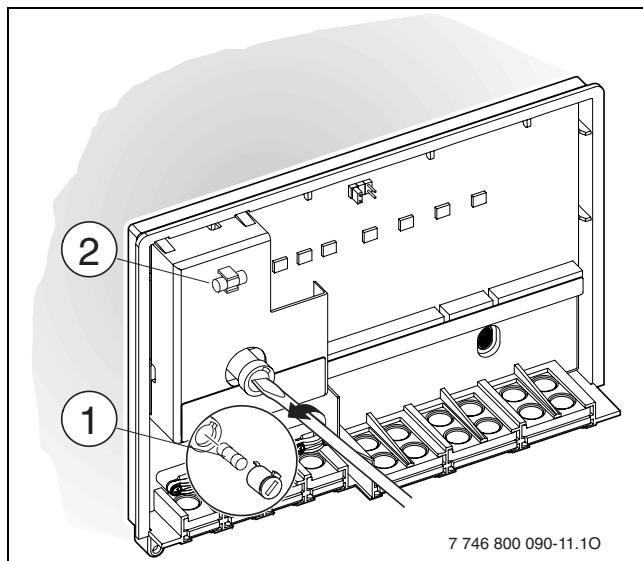

Рис. 14
- Замінити запобіжник [1] на такий самий тип (2,5 АТ, керамічний, наповнений піском) (→ рис. 14).